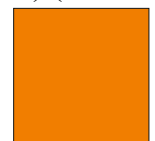

Рис. 10
2.6. Склады. Представляет из себя пластину размером 250 на 250 мм напечатанную на поле оранжевого цвета (S-0 M-60 Y-100 K-0) (Рис. 10).